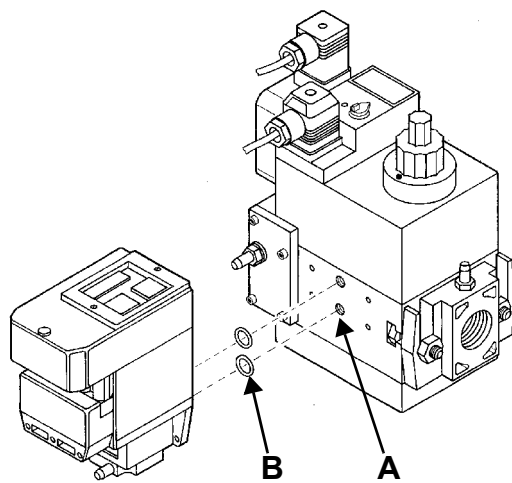
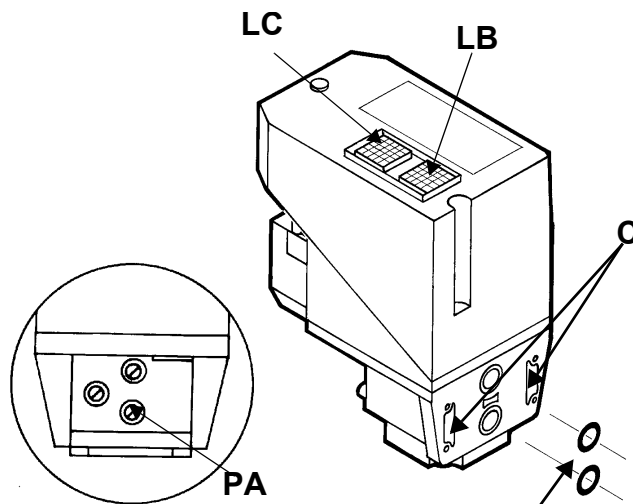

Fig. 53
Fig. 54
- 3 togliere le viti di chiusura del gruppo Multibloc (Fig. 53-A);
- 4 inserire gli anellini di tenuta (10,5 x 2,25) nel VPS 504 (Fig. 54-B, Fig. 53-B);
- 5 avvitare le 4 viti del controllo di tenuta (M4 x 16) Fig. 53-C.
Per effettuare la verifica di funzionamento, inserire un manometro in corrispondenza della presa di pressione **PA** (Fig. 54). Se il ciclo di prova ha esito positivo, dopo alcuni secondi si accende la lampada di consenso **LC** (gialla). In caso contrario si accende il pulsante luminoso **LB** di blocco (rossa). Per ripartire è necessario sbloccare l'apparecchiatura premendo il pulsante **LB**.